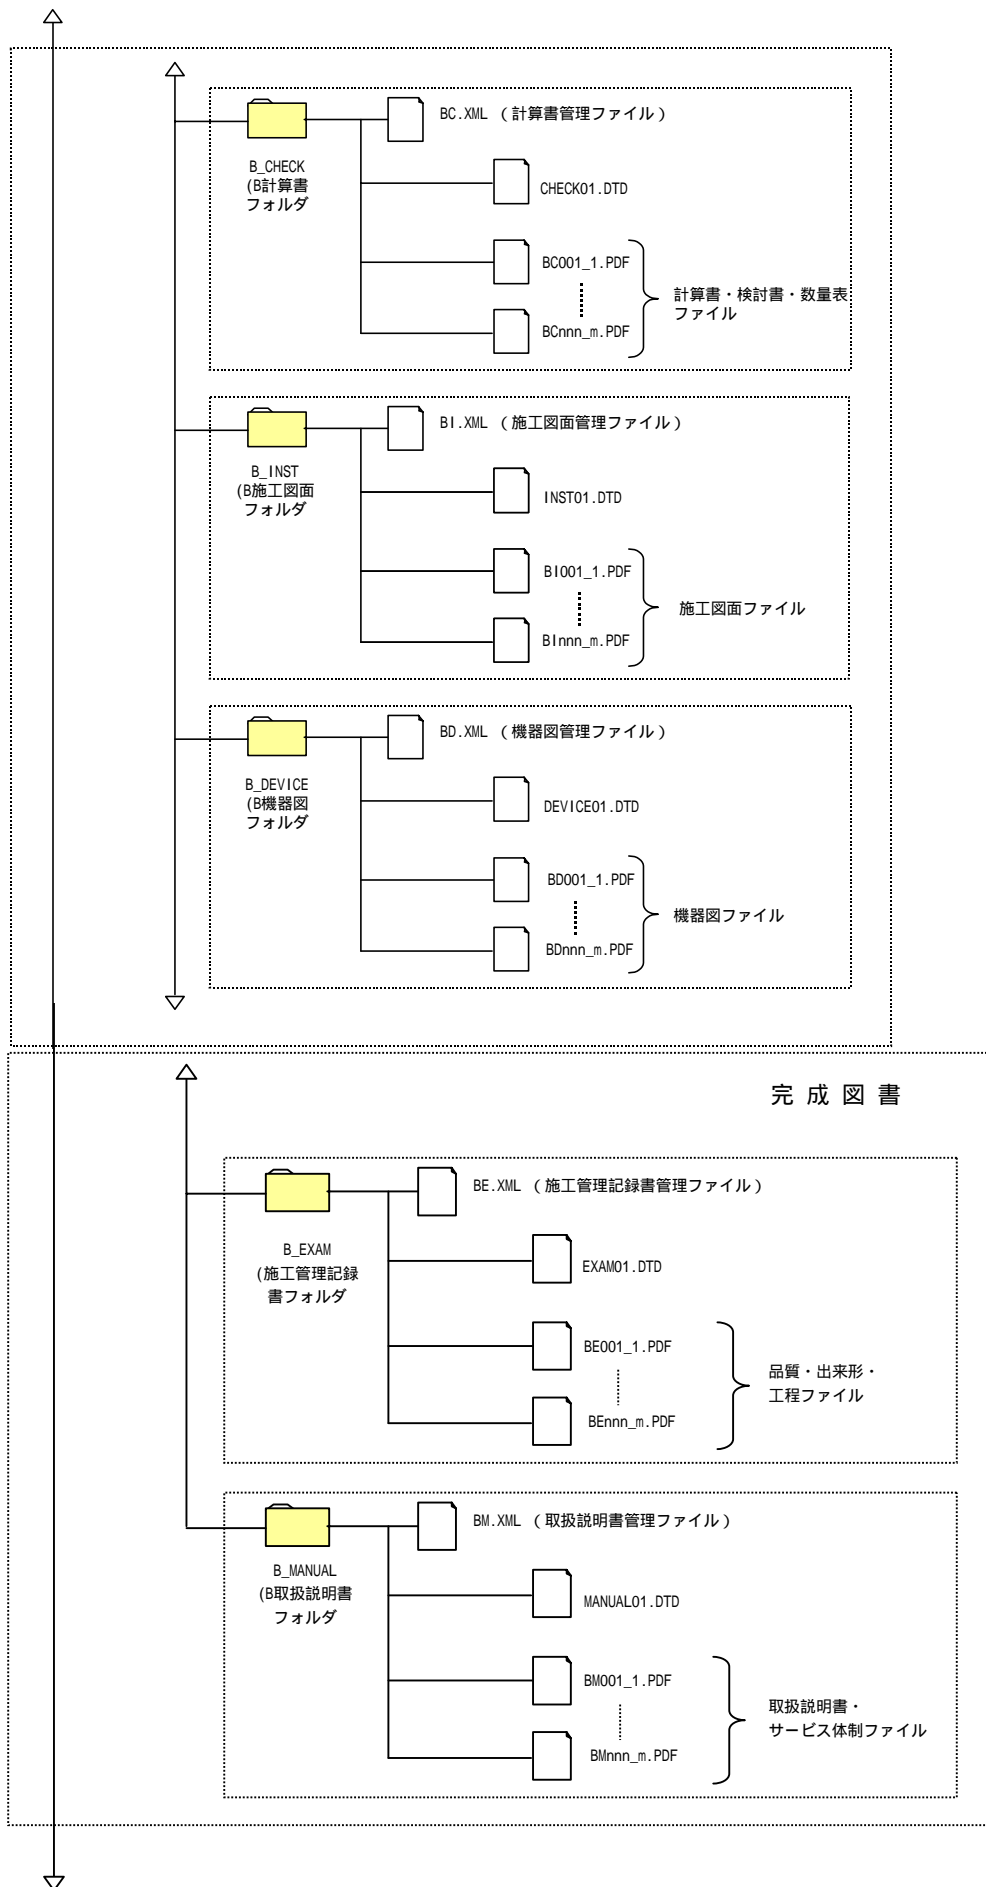

図 3-3-2 機械設備工事におけるフォルダ構成(2/5)
- 図 3-3-2 機械設備設計業務におけるフォルダ構成(2/5)